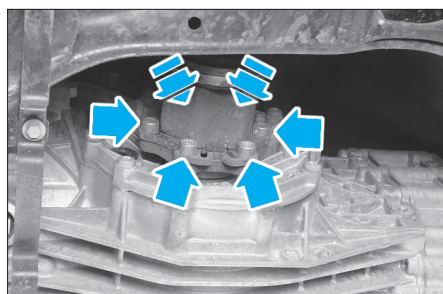

Fig. 2
- Dévisser les 6 vis de fixation de l'arbre de transmission sur l'arbre de sortie de boîte (Fig.2).